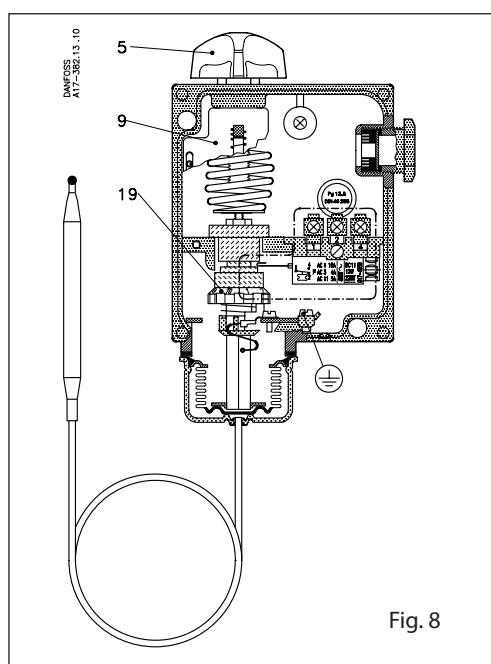

Fig. 8
2. A l'aide du bouton manuel (5), régler le thermostat sur 70°C (fig. 8)